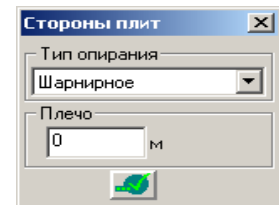

Рис.10.2.7. Окно диалога **Стороны плит** (**Свойства элементов**)
- В открывшемся окне диалога **Стороны плит** (рис. 10.2.7) выполните следующие действия: